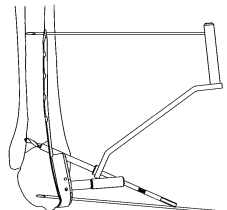

図7-2
3.5-2.5 ラグスクリュー法ドリルガイドの2.5 ドリルガイド側を3.5 ドリルにてドリリングした穴に差し込み、2.5 ドリルにてドリル先端が対側皮質から2mm 程突出するまでドリリングします。(図7-2)